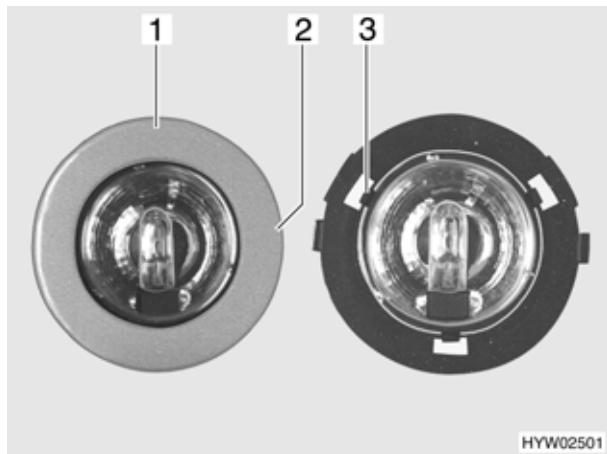

Fig. 116 Lampada alogena
- Girare lentamente il diaframma (Fig. 116,1) finché il nasello (Fig. 116,2) dell'involucro non si arresta a scatto nella scanalatura sottostante del diaframma.
- Tre griffe (Fig. 116,3) tengono ferma la lastra di vetro della lampada alogena nell'involucro. Spingere di lato una delle tre griffe.